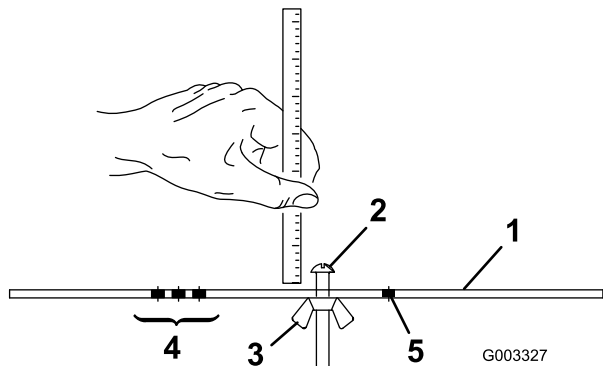

图17
- 2. 松开调刀尺(图17)上的螺母，并将调节螺丝设定为所需的剪草高度。 螺丝头底部与调刀尺表面之间的距离就是剪草高度。